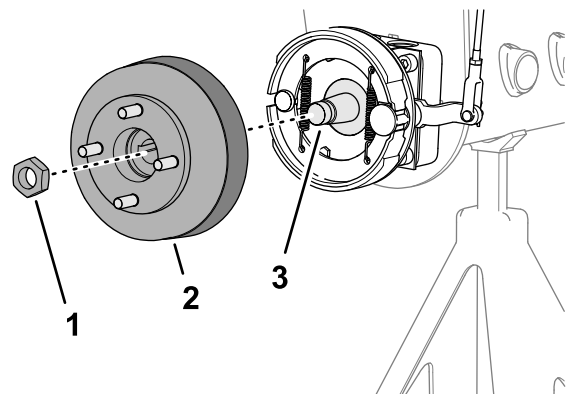
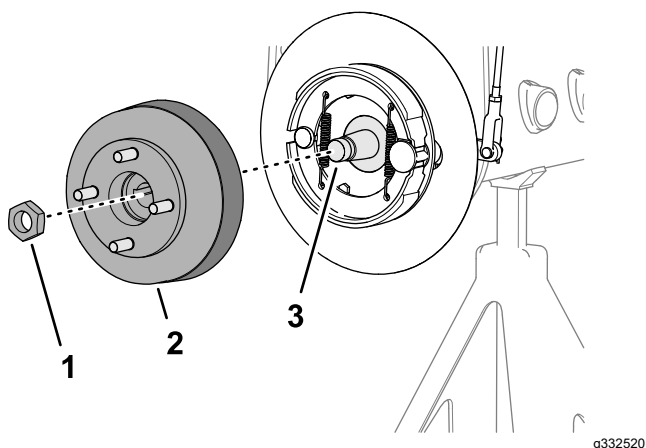

Figura 64
Figura 65
1. Retire la contratuerca que sujeta el cubo al eje del motor de rueda (Figura 64 o Figura 65).
4. Utilice el extractor de cubos de rueda especificado para retirar el cubo de la rueda y el tambor de freno del eje del motor de rueda (Figura 64 o Figura 65).